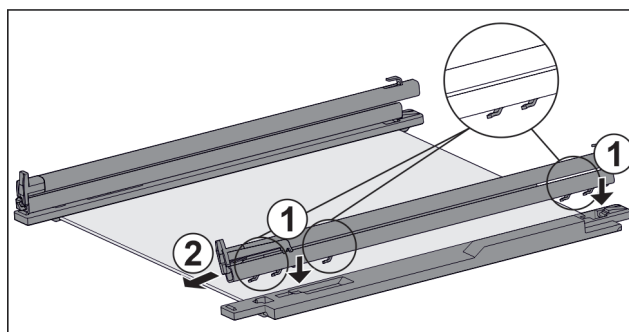

Fig. 130 Sklenená doska s kolajničkami a prídržnými dielmi
- ▶ Nasadte háky kolajničky na otvory **ľavého** prídržného dielu. Fig. 130 (1)
- ▶ Potiahnite kolajničku dopredu. Fig. 130 (2)
- ▶ Nasadte háky kolajničky na otvory **pravého** prídržného dielu. Fig. 130 (1)